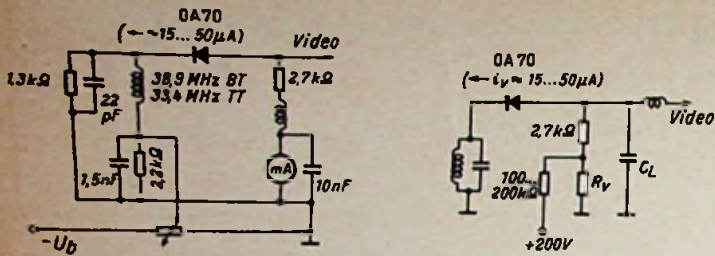

Bild 4. Video-Gleichrichter mit Vorspannungen zum Verlagern des Kennlinienknicks
3. Die Verstärkung der Video-Endröhre sollte nicht zu groß gewählt werden. Aus Bild 4 ist ersichtlich, daß durch eine auf verschiedene Art leicht einzuspeisende und nicht sehr kritische positive Spannung von 100...400 mV der Knickpunkt nach links verschoben werden kann $I_D \approx 15...50 \mu\text{H}$. Gleichzeitig steigt der Wirkungsgrad η . Dies macht sich jedoch dann nur wenig bemerkbar, wenn der Zf-Kreis, an den die Diode angeschlossen ist, nicht sehr stark bedämpft ist, da durch Verschiebung des Dioden-Arbeitswiderstandes in den Durchlaßbereich die Dämpfung etwas steigt. Ermittelt man unter Berücksichtigung der Punkte 1 bis 4 nun nochmals den Zf-Spannungswert für minimalen Kontrast, dann ergeben sich folgende Werte: